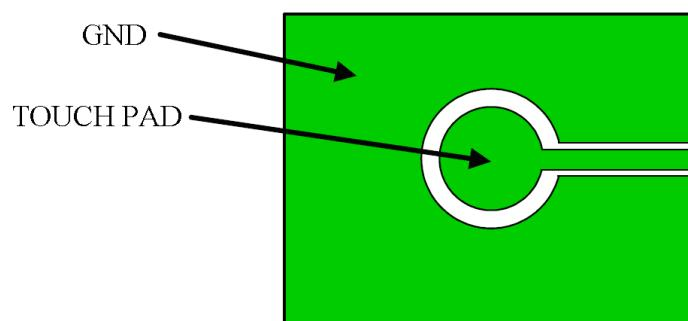

图 7 TOUCH PAD 参考画法
- .5 TOUCH PAD 需用 GROUND 环绕保护, 请参考图 7; 如使用多层 PCB, 请将该 TOUCH PAD 背面覆盖同样大小或面积稍大、并连接至系统地线的铜箔。